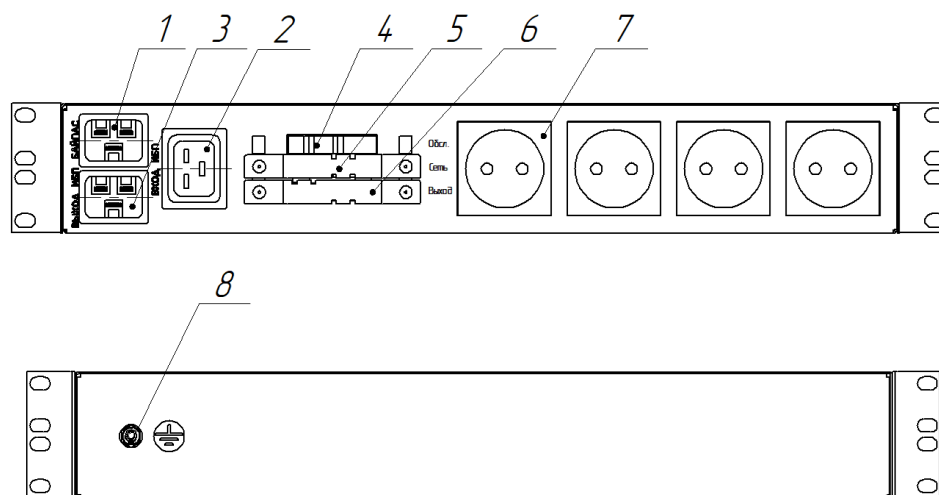

Рис. 2
6.4 Кабель от входной сети подключите к разъему «Байпас» (поз.1 на рис.2).
6.5 Кабель входа ИБП подключите к разъему «ИБП вход» (поз.2 на рис.2).
6.6 Кабель от выхода ИБП подключите к разъему «ИБП Выход» (поз.3 на рис.2).
6.7 Кабели от нагрузки подключите к выходным разъемам ЩР (поз.7 на рис.2).
7.1 Убедитесь, что автоматические автоматы «Сеть» и «Выход» (поз.5 и поз.6 на рис. 2) находятся во включенном состоянии и закрыты защитными шторками, а автоматический выключатель «Обслуживание» (поз.4 на рис.2) находится в выключенном состоянии и зафиксирован защитной планкой от случайного включения.
7.3 Подайте переменное однофазное напряжение 220~240В на вход «Байпас» ЩР (поз.1 на рис.2).
7.5 Убедитесь, что на выходных розетках ЩР (поз.7 на рис.2) появилось стабилизированное напряжение в зависимости от настройки ИБП.
8.1 Убедитесь, что автоматические автоматы «Сеть» и «Выход» (поз.5 и поз.6 на рис. 2) находятся во включенном состоянии и закрыты защитными шторками, а автоматический выключатель «Обслуживание» (поз.4 на рис.2) находится в выключенном состоянии и зафиксирован защитной планкой от случайного включения. ИБП находится в режиме работы онлайн.
8.3 С помощью отвертки снимите защитную планку от случайного включения с автоматического выключателя «Обслуживание» (поз.4 на рис.2).
8.4 Включите автоматический выключатель «Обслуживание» (поз.4 на рис.2). При этом нагрузка начнет получать питание через обходную цепь параллельно с байпасом ИБП.
8.6 Поднимите защитную шторку автоматического выключателя «Сеть» (поз.5 на рис.2) и перевести его в положение «выкл.»
8.7 Поднимите защитную шторку автоматического выключателя «Выход» (поз.6 на рис.2) и перевести его в положение «выкл.»
9.1 Включите автоматический выключатель «Выход» (поз.6 на рис.2) и закройте защитной шторкой.
9.2 Включите автоматический выключатель «Сеть» (поз.5 на рис.2) и закройте защитной шторкой.
9.5 Переведите автоматический выключатель «Обслуживание» в положение «выкл.» и установите обратно защитную планку от случайного включения автоматического выключателя (поз.4 на рис.2).
9.7 Убедитесь, что на выходных розетках ЩР (поз.7 на рис.2) появилось стабилизированное напряжение в зависимости от настройки ИБП.